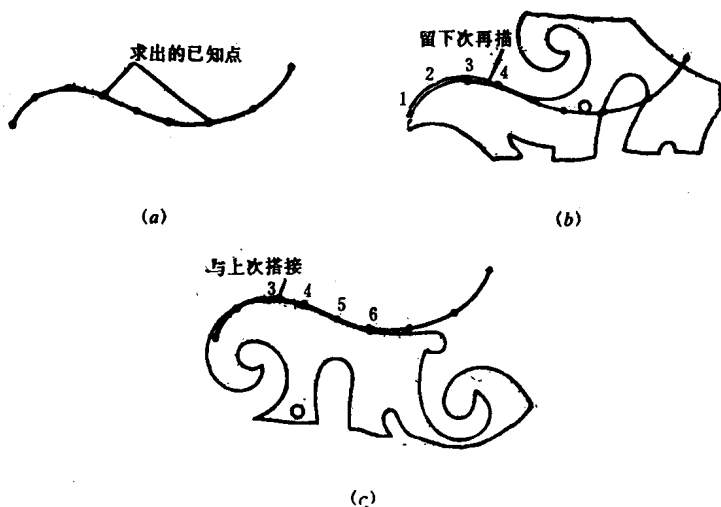

图 1-4 曲线板的用法
(4) 曲线板：是用来画非圆曲线或将曲线连接的专用工具。用法是先将非圆曲线上的点依次用铅笔轻轻地圆滑连好，再将曲线板与曲线能重合的一段，至少三点描绘下来。要一段压一段地连接，以保证曲线接头准确、匀滑。如图1-4所示。